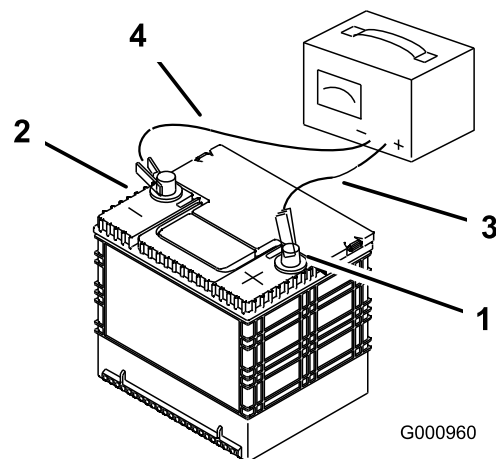

Figura 77
2. Quando la batteria è completamente carica, staccate il caricabatterie dalla presa elettrica e scollegate i cavi di ricarica dai poli della batteria (Figura 77).